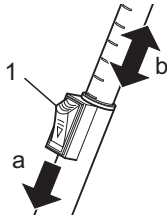

Abb. 4
4. Stellen Sie die Länge des Teleskoprohrs ein. Drücken Sie dazu die Teleskoprohr-Arretierung (Abb. 4/1) nach vorn (Abb. 4/a). Ziehen Sie dann das Teleskoprohr am Handgriff (Abb. 1/1) auf gewünschte Länge (Abb. 4/b). Zum Verriegeln, lassen Sie die Teleskoprohr-Arretierung während Sie ziehen los. Sie hören ein deutliches Klicken.